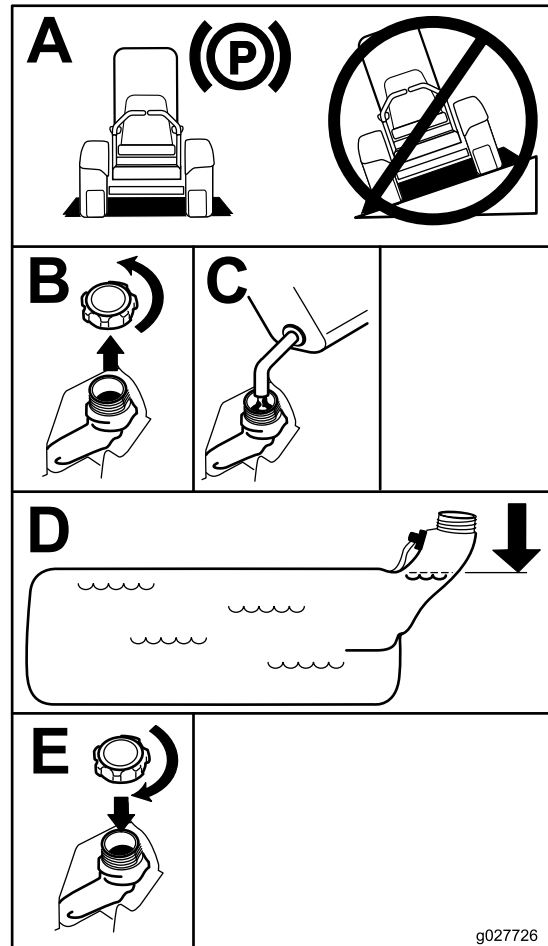

Figura 7
3. Limpie alrededor del tapón de combustible y retírelo. Añada gasolina normal sin plomo al depósito de combustible hasta que el nivel esté entre 6 y 13 mm por debajo de la parte inferior del cuello de llenado. Este espacio vacío permitirá la dilatación de la gasolina. No llene completamente el depósito de combustible; consulte (Figura 7).